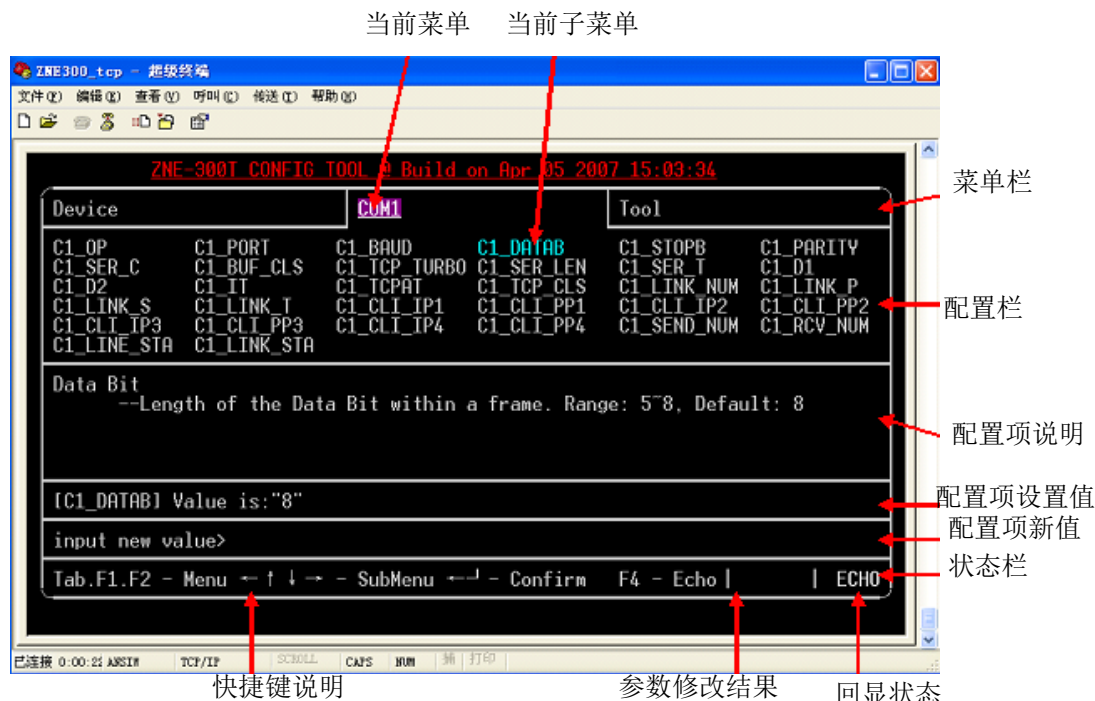

图 6.8 菜单配置方式界面
菜单方式使用界面如图 6.8 所示，在这种方式下，用户可以使用多种快捷键查看和更改设备的所有参数；AT 命令方式给用户提供一个标准的 AT 命令接口，主要用于用户使用单片机等嵌入式设备或用户自己编写配置软件对 IPort-2 模块进行配置。
菜单配置方式在 Windows 的超级终端软件下为用户提供了一种直观、简单、方便、易用的配置方式。菜单方式使用界面如图 6.8 所示，在这种方式下，用户可以使用多种快捷键查看和更改模块的所有参数。菜单配置方式是 IPort-2 模块上电后的默认配置方式，配置方式的切换见 6.3.41 配置模式（AT+MODE）。
菜单配置方式的界面如图 6.8 所示。
- 菜单栏：包括通用信息配置和串口信息配置等，反色显示部分表示当前选中的菜单项。图 6.8 中选中的菜单号为“COM1”，配置栏中将出现所有关于 COM1 的配置项；
- 配置栏：选中的菜单项所对应的所有配置项，反色显示部分表示当前选中的配置项。图 6.8 中选中的配置项为“C1\_DATAB”，表示对串口 1 的数据位进行配置，配置项的名称与 AT 命令中的命令相对应，关于参数的范围和意义可参见对应的 AT 命令说明；
- 状态栏：包括“快捷键说明”、“参数修改结果”和“回显状态”，当修改配置项参数成功时，“参数修改结果”栏显示“OK”，否则显示“ERROR”，“回显状态”栏显示当前的回显状态，回显功能①打开时，显示 **ECHO**，否则显示 **ECHO**。
**回显功能①**：指被配置设备回发配置主机（软件）的输入值，超级终端类软件本身并不显示用户在超级终端软件内的输入值，所以用户在使用超级终端软件配置时需要打开回显功能。用户在使用单片机等嵌入式设备或 telnet 方式对 IPort-2 模块进行配置时，则可关闭此功能。